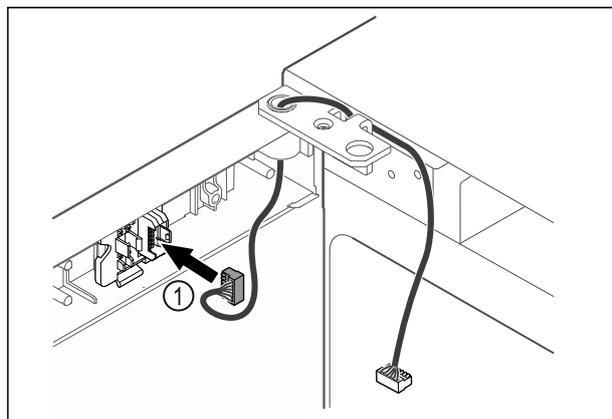

Fig. 43
- Inserire il connettore Fig. 43 (1) nel supporto connettori.